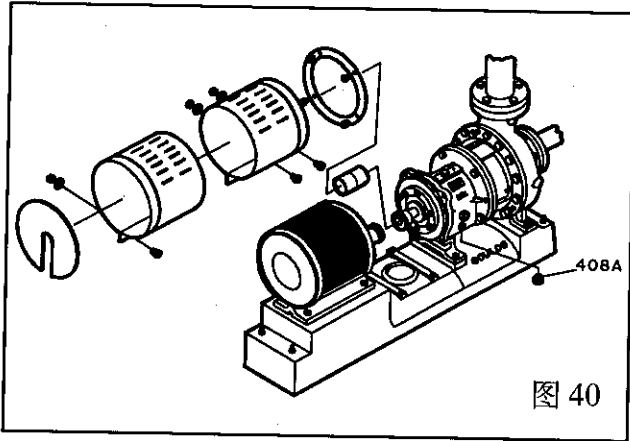

图 40
7. 如果采用浸油润滑, 拆下轴承箱上的排油塞(408A)将油排尽, 油排尽后再将油塞装上, 在装配时, 再将油注入轴承箱。(图 40)